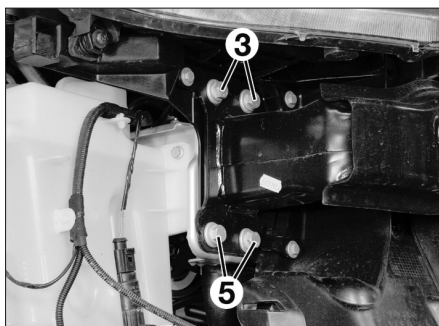

Fig. 9
- De chaque côté, retirer la vis de fixation supérieure (3) de la façade avant au niveau des deux longerons et y mettre en lieu et place une vis longue (4) (par exemple M10?120) (Fig.9).